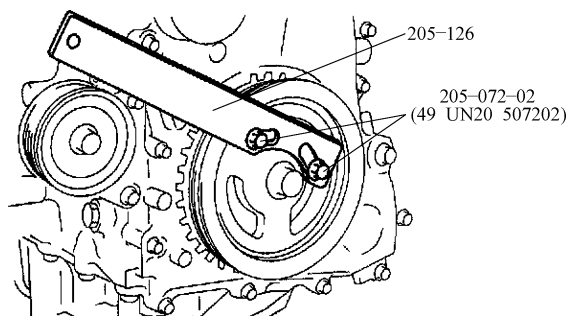

图 25-15 安装专用工具以固定曲轴带轮
4) 如图 25-15 所示，把专用工具安装到曲轴带轮上，固定住曲轴带轮。